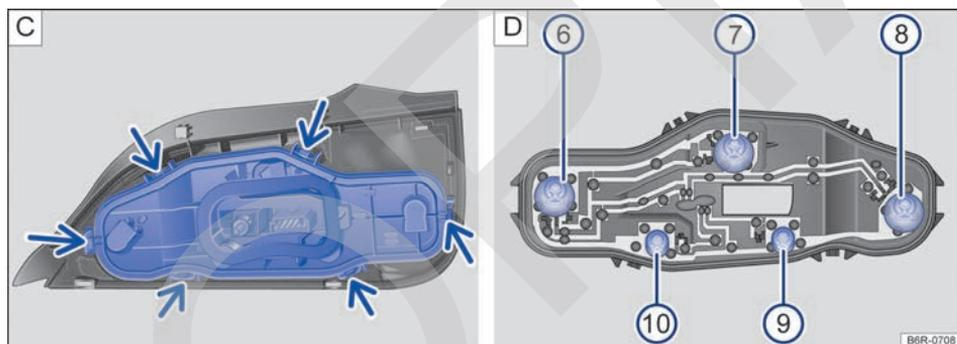

Fig. 119 Linterna trasera: C: desinstalar el soporte de la lámpara, D: desinstalar la bombilla.
9. Para desbloquear el soporte de las lámparas, presionar cada pestaña de encastre de bloqueo (flechas) → **fig. 119 C** en el sentido de las flechas.
11. Para retirar las bombillas quemadas → **fig. 119 D**, presionar la lámpara contra el soporte y girarla en **sentido antihorario** para desmontarla.
15. Instalar el soporte de las lámparas en la linterna trasera. Las pestaña de encastres de bloqueo → **fig. 119 C** (flechas) deben encajar de forma audible.
La ubicación e identificación de las bombillas → **fig. 119 D** están relacionadas a continuación: